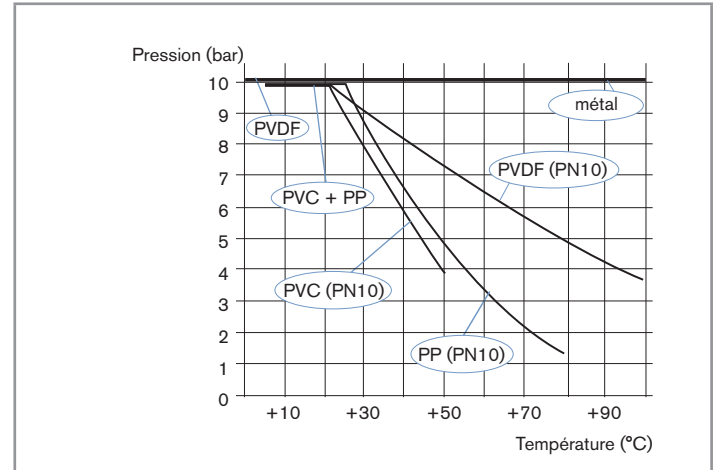

Fig. 3 : Dépendance pression du fluide - température du fluide pour le 8220 inséré dans un raccord S020, en fonction du matériau du raccord S020 utilisé
Pression du fluide	PN 10 La pression max. admissible du fluide peut être limitée par la température du fluide et le matériau du raccord S020 utilisé (voir Fig. 3)
Température du fluide	La température max. admissible du fluide peut être limitée par la pression du fluide et le matériau du raccord S020 utilisé (voir "Fig. 3")
- ▶ Tenir compte de la dépendance entre la température du fluide et la pression du fluide selon les matériaux du raccord (voir Fig. 3, page 11).